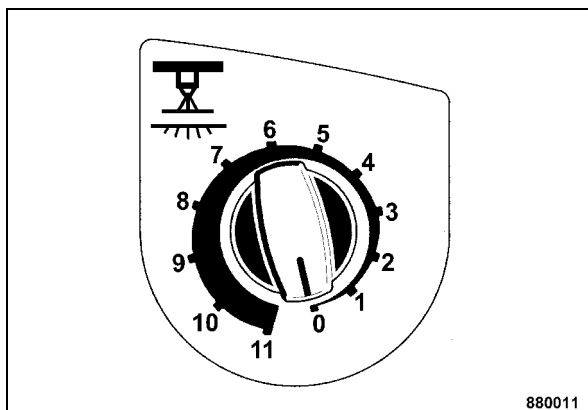

Fig. 64
- Per disinserire l'irrorazione a pressione porre il relativo interruttore ad intermittenza (Fig. 64) nella posizione "0".